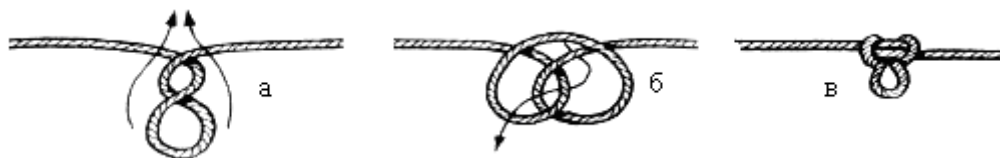

Рис. 8. Серединний провідник (австрійський провідник)
**Завдання 8.** Навчитися в'язати вузли петель: серединний провідник (рис.8).